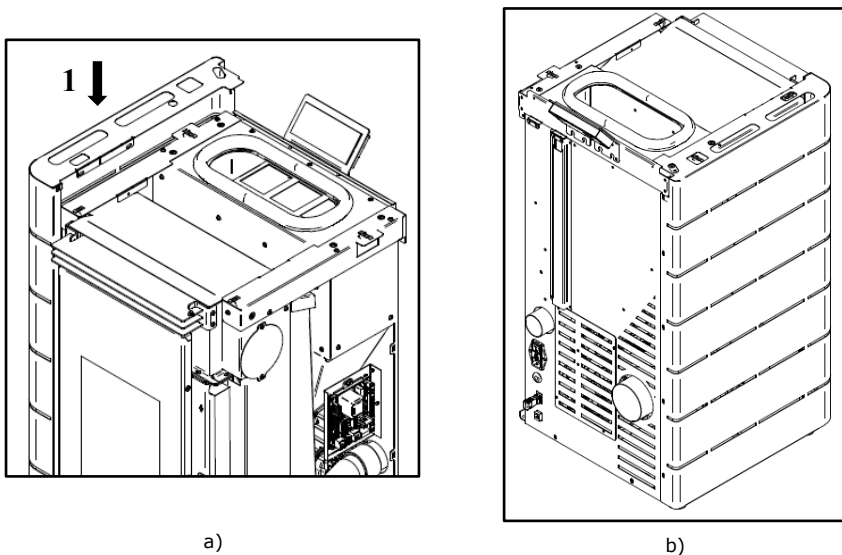

Figure 60 – Montage côté inférieur des habillages
a) Placez l'écran à l'intérieur de la cuve à pellets à l'arrière de la machine comme indiqué sur la Figure 60. Pour effectuer cette tâche, il est nécessaire de desserrer légèrement les vis à l'arrière. Lors du serrage de l'écran, il peut être nécessaire de procéder à un réglage en hauteur.